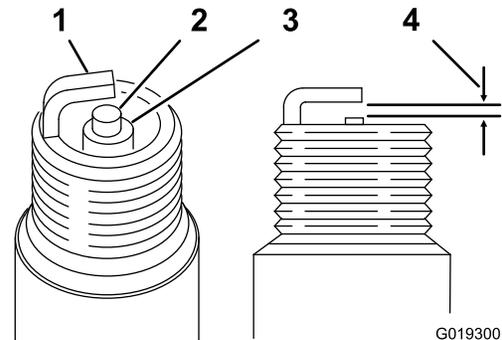

Figure 56
3. Vérifiez l'état des électrodes latérale et centrale, ainsi que l'isolateur central (Figure 56).
4. Réglez l'écartement (Figure 56) entre les électrodes centrale et latérale à 0,81 mm.